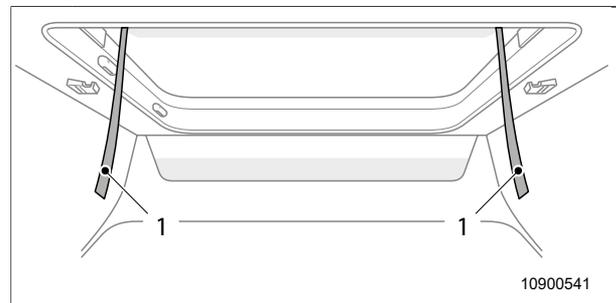

Abb. 43 Aufstelldach schließen
7. Aufstelldach langsam an den beiden Gurten (Abb. 43, Pos. 1) gleichmäßig herunterziehen.